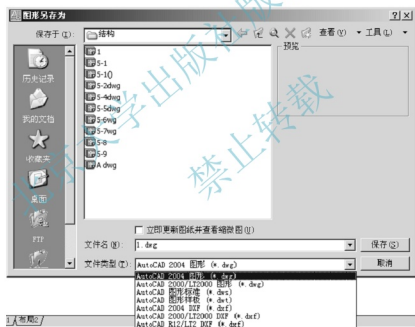

图 6.77 AutoCAD 保存的格式类型
(1) 执行菜单栏中的【视图】|【三维视图】|【西南等轴测】命令, 使视图成为轴测视图。
(2) 执行菜单栏中的【文件】|【另存为】命令, 打开【图形另存为】对话框, 打开【文件类型】下拉列表, 里面有 AutoCAD R12 到 AutoCAD 2004 3 个版本的 DXF 格式, 如图 6.77 所示。